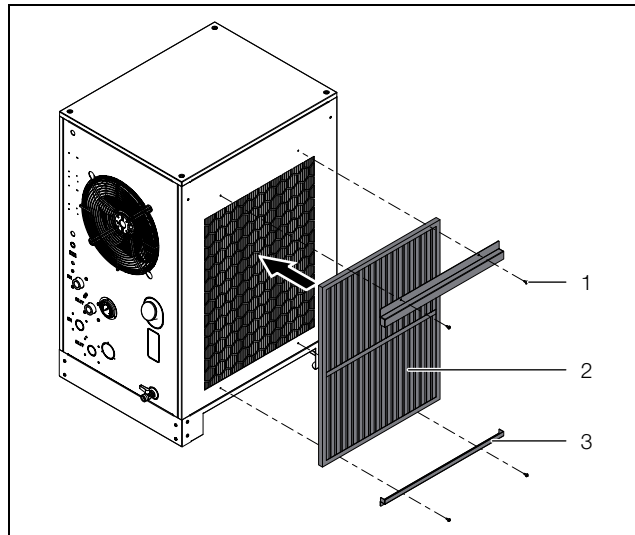

Fig. 23: Installazione dei filtri metallici
- Montare i due supporti (fig. 23, pos. 3) con le viti di fissaggio (fig. 23, pos. 1) sul lato sinistro del chiller.